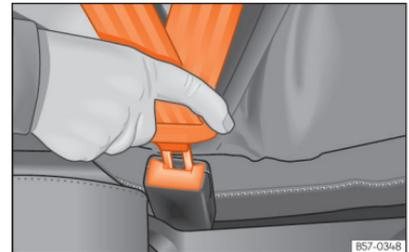

Abb. 26 Schlosszunge des Sicherheitsgurts in das Gurtschloss einstecken.
- Schlosszunge fest in das zum Sitzplatz gehörende Gurtschloss stecken »» (Abb. 26).